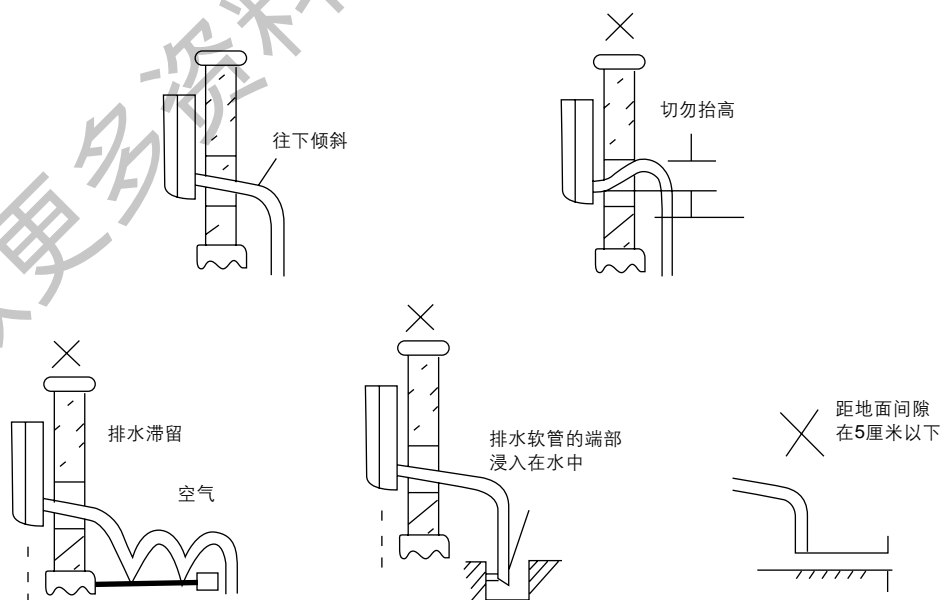
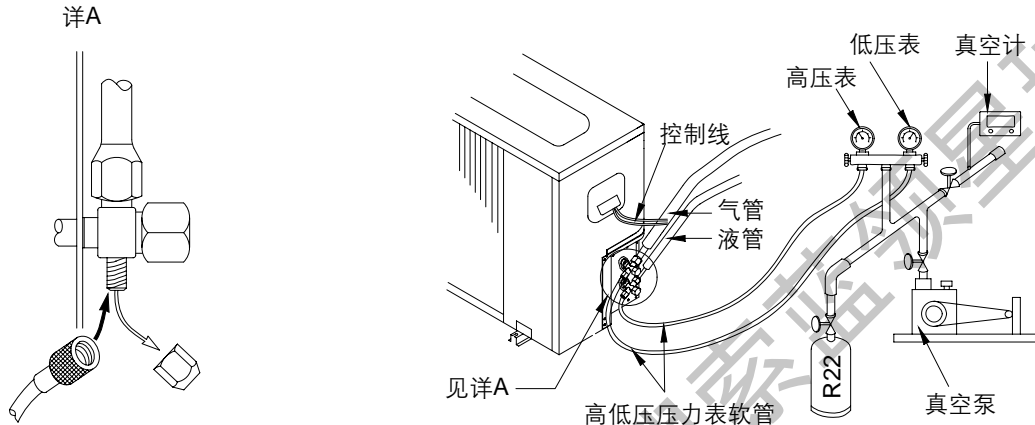

图19
图20
2. 用整孔钻或锉刀去除铜管末端的毛刺，如图19和图20所示。整孔时，保持铜管末端朝下以确保没有铜屑掉入铜管中。
注意：切勿使排水管连接出现如图19所示的五种情况。
1. 拆下阀帽，用辅助管将充注口与测压仪和真空泵连接(见图20)。